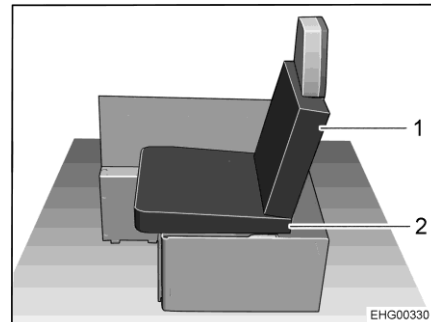

Fig. 35 Après la transformation
- Poser l'un des coussins d'assise de la banquette longitudinale gauche (Fig. 35,2) sur la banquette. Tenir compte de ce que le coussin d'assise est cunéiforme : il doit être légèrement incliné en direction du dossier (voir Fig. 35).
- Poser l'un des coussins supplémentaires fournis contre le dossier du siège emboîtable pour servir de coussin de dossier (Fig. 35,1).